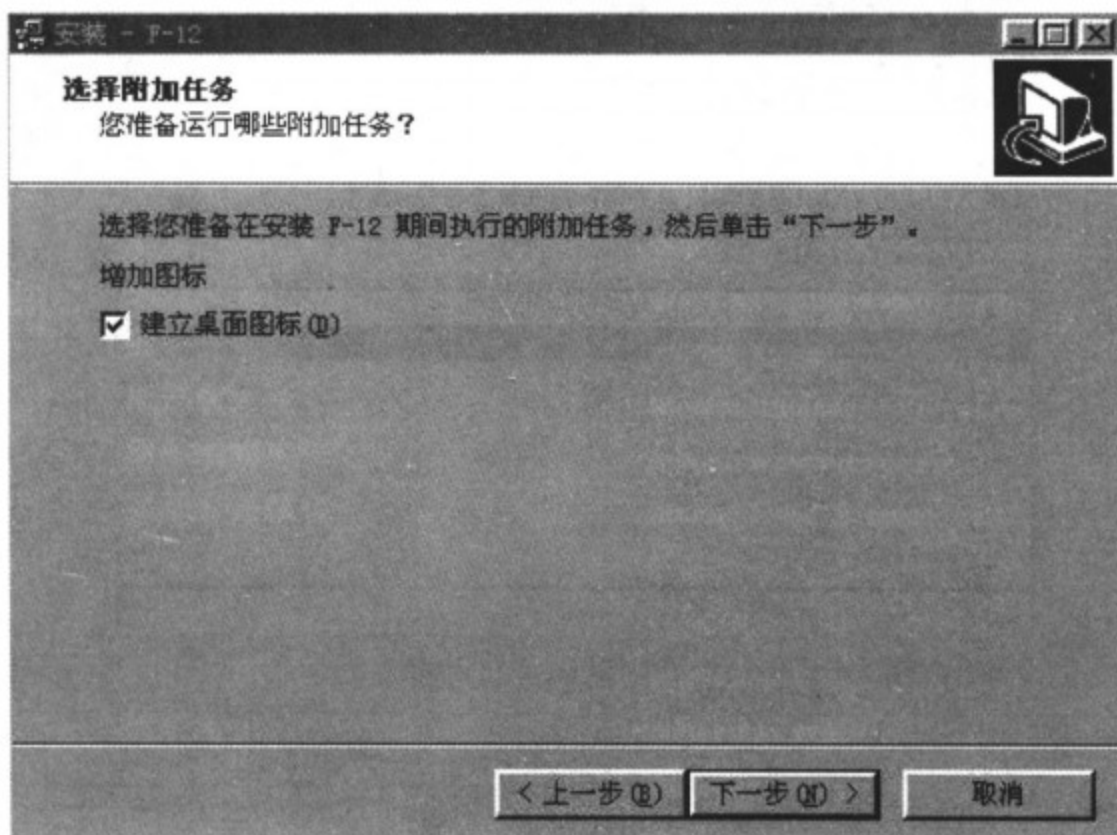

图 8-15 选择建立桌面快捷方式
(6) 选择建立桌面快捷方式。选择建立桌面快捷方式如图 8-15 所示。